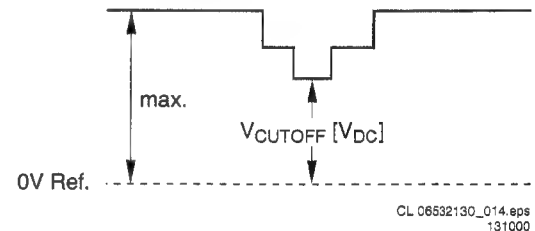

Abbildung 8-2
9. Den Sperrpunktimpuls während der ersten vollen Zeile nach der Dunkelastung messen (siehe Abb. 8-2). Es sind zwei Impulse sichtbar: der Sperrpunktimpuls und der Weißabgleichsimpuls. Der Impuls mit dem niedrigsten Wert ist der Sperrpunktimpuls. Er muss ausgewählt werden.